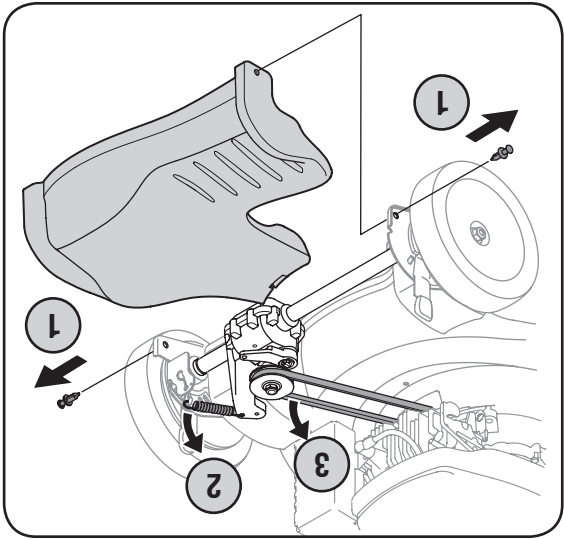

Figure 5-3
1. Retirez le couvercle de la transmission en dégageant les deux rivets en plastique de chaque côté du couvercle avec un tournevis. Voir la Figure 5-3.
3. Soulevez légèrement la transmission et dégagez la courroie de la poulie de la transmission. Voir la Figure 5-3.